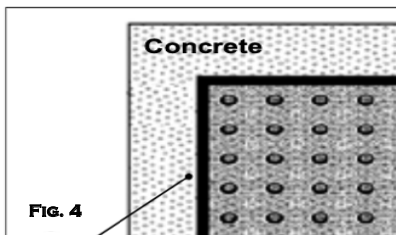

FIG. 4
4. **IMPORTANT: Using an edging tool, go around entire perimeter of the tile to allow for expansion.** (Fig. 4)
4. **IMPORTANTE: Con una herramienta de corte haga un borde alrededor del perímetro entero para permitir su expansión.** (Fig. 4)